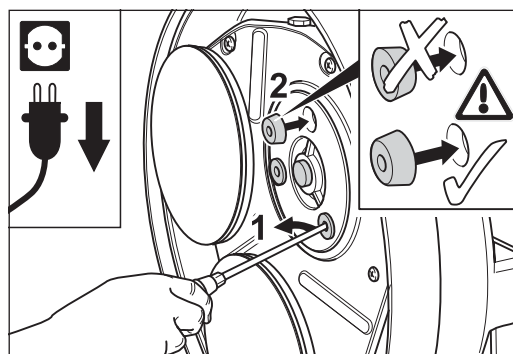

Abb. 111 Die Gummilager mit einem Schraubendreher aus der Tellerriemenscheibe hebeln (1).
- 3** Hebeln Sie mit einem Schraubendreher die Gummilager aus der Tellerriemenscheibe (Abb. 111, 1).
Beachten Sie dabei die richtige Einbaulage! Der größere Durchmesser der Gummilager muss zuerst in die Tellerriemenscheibe eingeführt werden (Abb. 111, 2)!